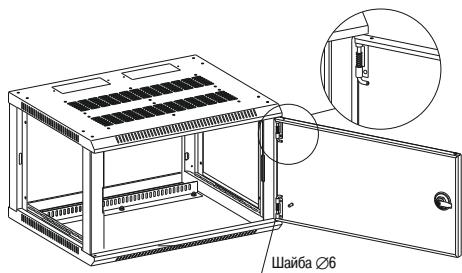

Рисунок 12
- 4.3.1 Установите дверь в каркас. При необходимости подложите под нижнюю петлю одну или две плоские шайбы диаметром 6 (рисунок 12).